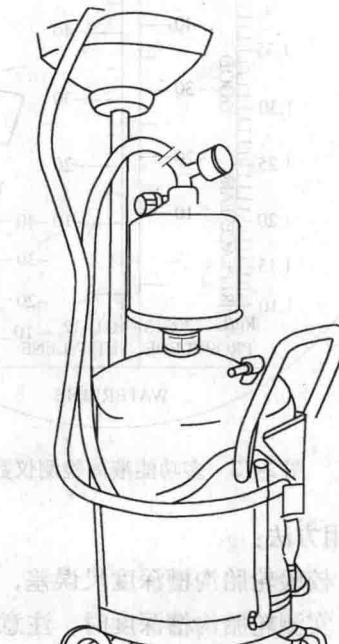

图 2-17 废油收集器
- (3) 废油收集器 带真空吸管式废油收集器，如图 2-17 所示。